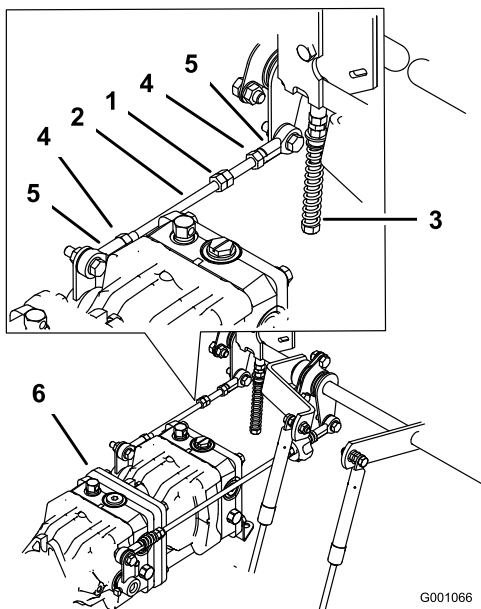

Figure 79
1. Desserrez les contre-écrous sur les rotules de la tige de commande de la pompe (Figure 79).
3. Réglez la longueur de la tige de pompe en tournant les doubles écrous dans le sens voulu, jusqu'à ce que la roue soit immobilisée ou tourne légèrement en marche arrière (Figure 79).
- Serrez les contre-écrous contre les rotules (Figure 79).